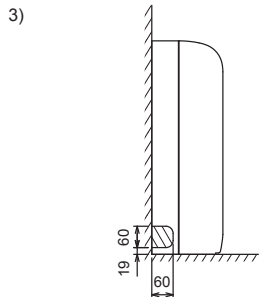

Fig. 3-9
3) Verrohrung links (Fig. 3-9)